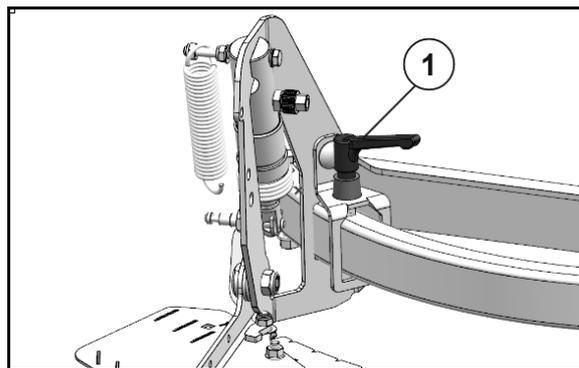

Fig. 63
1. Pour cela, desserrer le levier de blocage (Fig. 63/1).